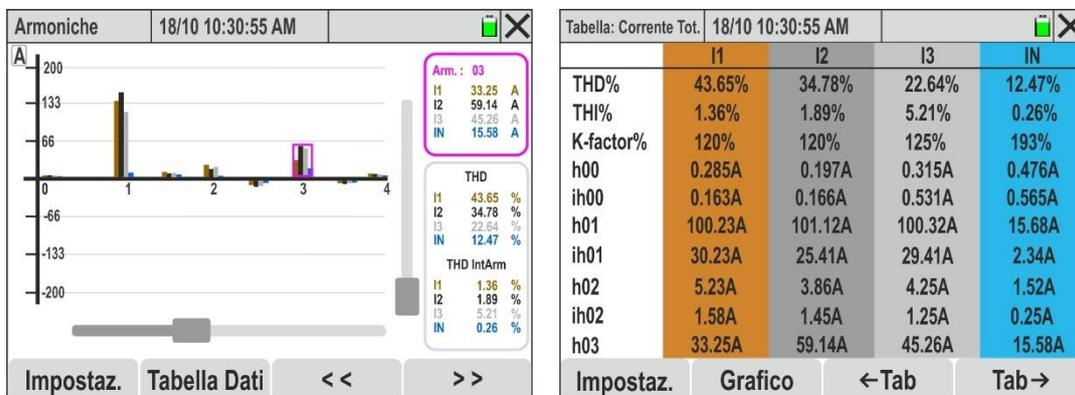

Fig. 56: Analisi armonica correnti in formato numerico e grafico
10. **Con selezione delle 4 correnti** i grafici a istogramma delle singole correnti I1, I2, I3 e IN sono mostrate nella Fig. 56 - parte sinistra